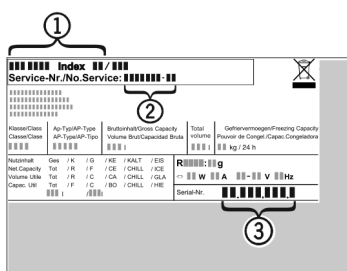

Fig. 15
- ▶ Z nazivne ploščice odčitajte oznako aparata *Fig. 15 (1)*, servisno št. *Fig. 15 (2)* in serijsko št. *Fig. 15 (3)*. Nazivna ploščica se nahaja na levi strani notranjosti aparata.
- ▶ Obvestite servisno službo in jim povejte, za kakšno napako gre, povejte pa tudi oznako aparata *Fig. 15 (1)*, servisno št. *Fig. 15 (2)* in serijsko št. *Fig. 15 (3)*.